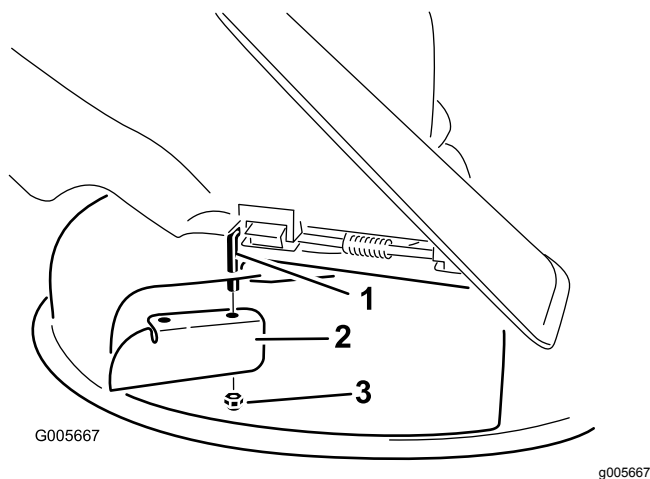

Figura 24
7. Installate il deflettore di scarico sull'asta di rotazione visibile (Figura 24).
3. Staccate il deflettore di scarico dal piatto di taglio (Figura 24).